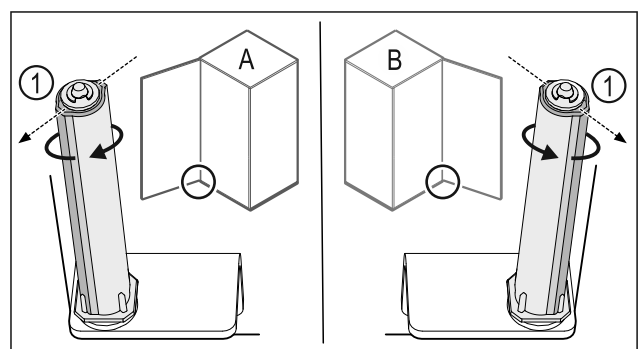

Fig. 50 Links scharnierend (A) / rechts scharnierend (B)
- ▶ Sluitsysteem tegen de weerstand in draaien tot het schot van het sluitsysteem Fig. 50 (1) naar buiten wijst.